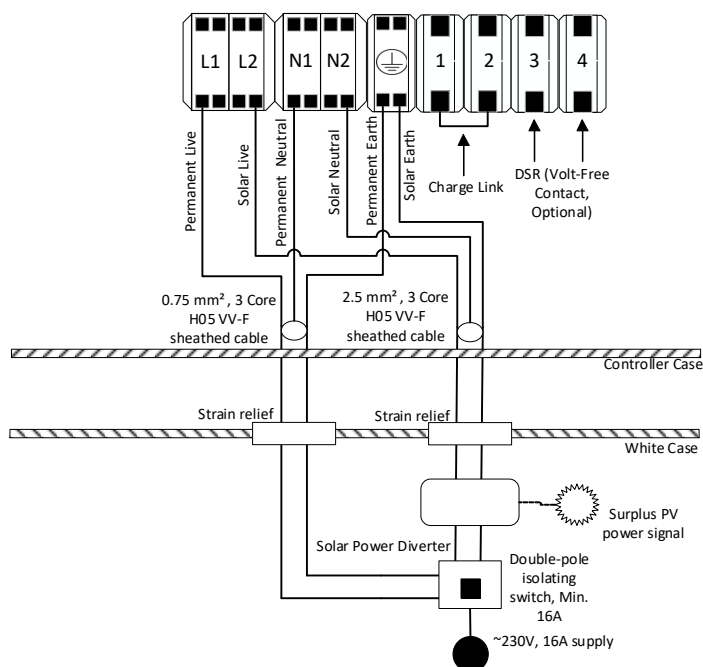

Figure 12 - Câblage de la batterie de chauffage Flextherm Eco G2 E avec dérivation de l'énergie solaire
- o Avec dérivation de l'énergie solaire, suivez la Section 6.4.2, Figure 12.
Assurez-vous que les liens 1 et 2 sont retirés (voir Figure 12) et que la sortie du contrôleur de dérivation d'énergie est en courant alternatif modulant.